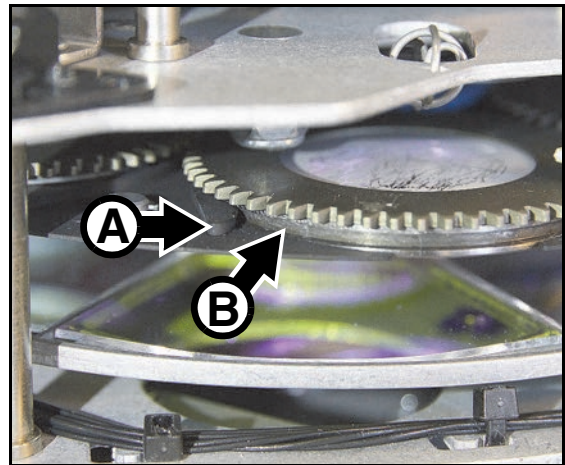

Bild 19: Montage des Gobohalters
13. Siehe Bild 19. Schieben Sie den Gobohalter in die Fassung des Goborads. Die Haltezungen **A** müssen in den Flansch **B** des Halters eingreifen. Der Magnet muss mit Ihrem Referenzpunkt übereinstimmen. Drehen Sie die Gobofassung, um den korrekten Sitz zu prüfen. Die Zahnrad der Gobofassung muss in das Antriebsrad eingreifen.